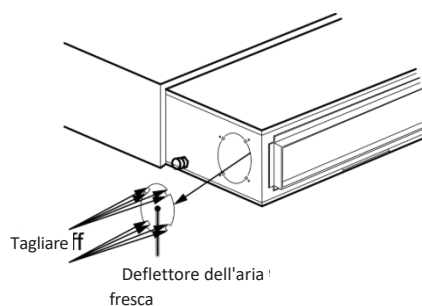

Fig. 4.25
- 1 Se è necessario un condotto dell'aria fresca, rimuovere il deflettore dell'aria fresca, vedere Fig. 4.25. Se non è necessario un condotto dell'aria fresca, tappare l'alloggiamento del deflettore con una spugna.